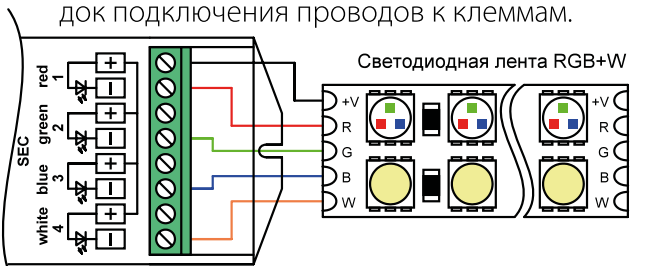
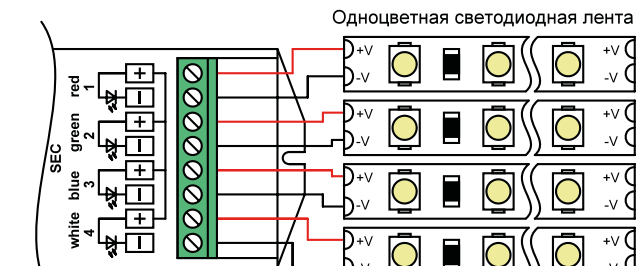

Рис.2. Подключение светодиодной ленты RGB+W
Рис.5. Подключение одноцветной светодиодной ленты
- 3.3. Согласно используемой схеме (Рис.2. – Рис.5.), подключите светодиодную ленту или другой совместимый светодиодный источник света к выходу SEC контроллера. Соблюдайте полярность и порядок подключения проводов к клеммам.